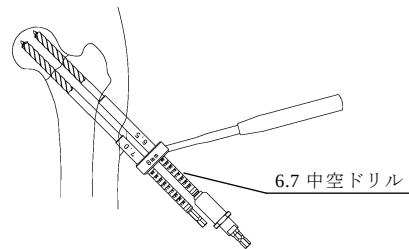

図 2
- ガイドピンスリーブを取り外して 6.7 中空ドリルにてドリリングし，パラレルガイドの近位側先端が確実に骨面に接触した状態で，目盛りを読み取ります。（図 2）